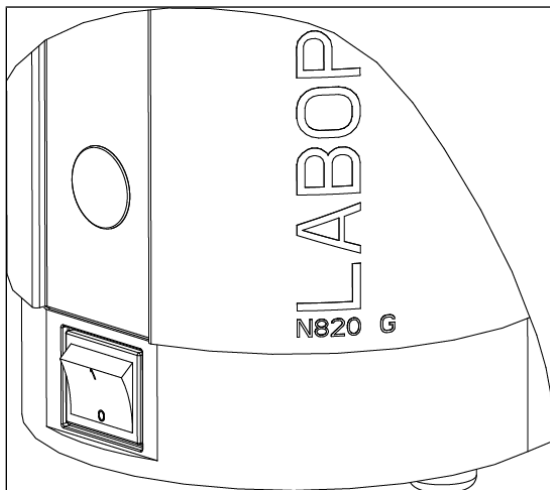

Fig. 5: Attivazione e disattivazione della pompa con l'interruttore di alimentazione
- Attivare la pompa con l'interruttore di alimentazione (vedere Fig. 5).